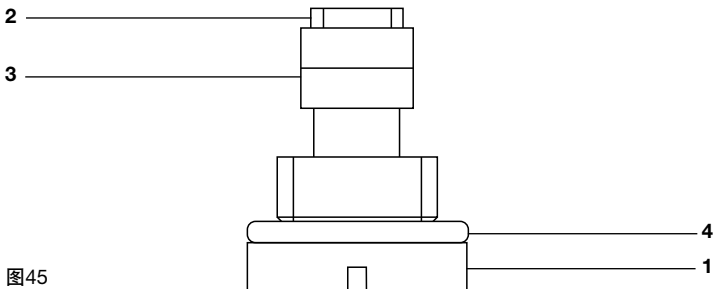

图45
- 将 O 型弹簧（4）和过滤器（3）装到过滤器塞（1）（参考图45）